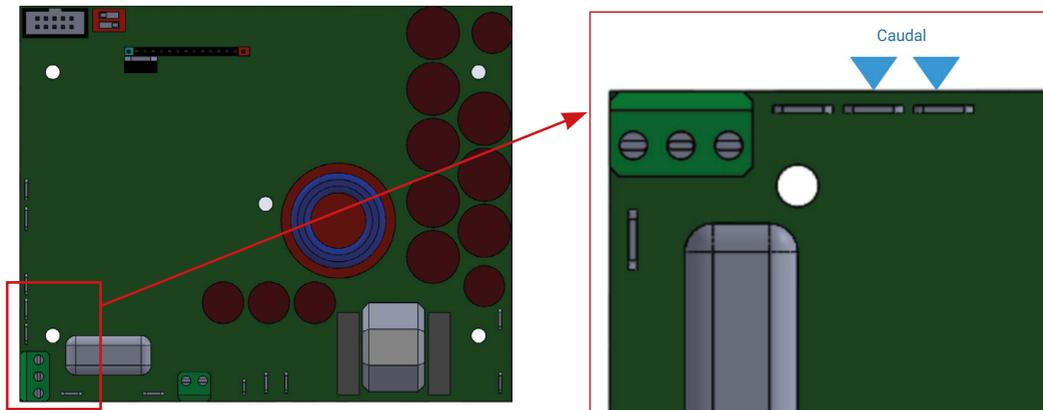

Imagen 2
- Conectar el sensor de caudal a la placa electrónica tal y como se indica a continuación en la Imagen 2: